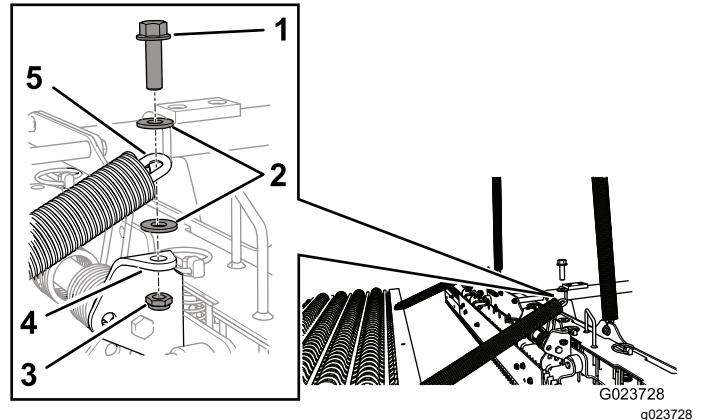

Bild 3
1. Fluchten Sie das Ende einer Kette mit dem Loch in der Halterung an derselben Seite des Nagelrechens aus (Bild 3).
2. Befestigen Sie die Kette mit einer Schraube (3/8" x 1-1/4"), zwei Scheiben und einer Sicherungsmutter an der Halterung, siehe Bild 3.